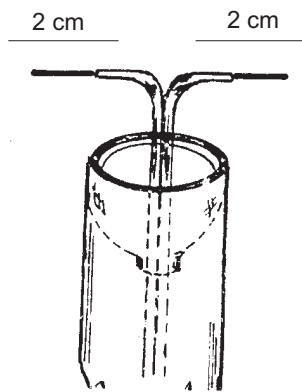

Figura 8
- Quita 2 cm de aislante a cada conductor de los extremos del cable (figura 8).